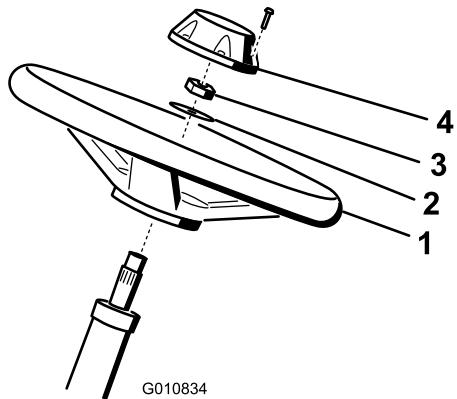

図 5
1. ハンドルをステアリングシャフトにはめ込む図 5。
2. ワッシャをステアリングシャフトにはめ込む図 5。
2.8-3.6 kg/m = 20-26 ft-lb にトルク締めする図 5。
4. キャップを取り付け、ボルト6本で固定する図 5。